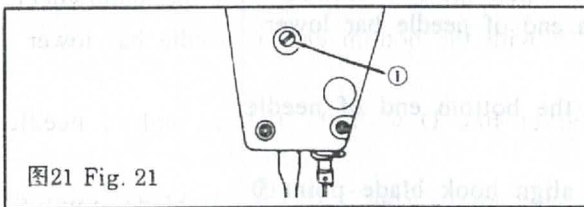

图21 Fig. 21
15. 压杆高度的调节(图 21)
15. ADJUSTING THE HEIGHT OF THE PRESSER BAR (Fig 21)